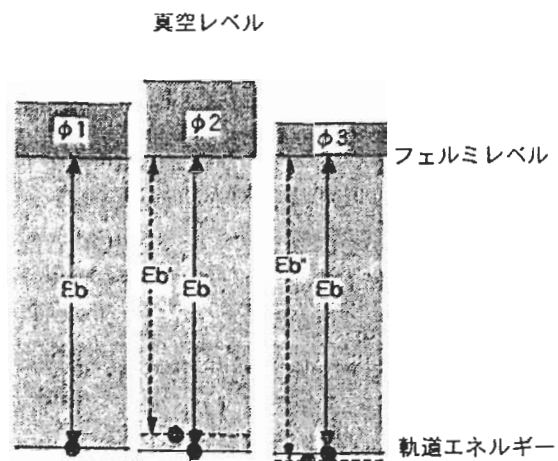

図2 同じ材料でも結晶方向が異なる時仕事関数も異なります。
2) 同じ材料でも仕事関数は結晶方位で異なります。例えば、Cu試料の場合、(100)、(111)、(110)面の値は、それぞれ4.59eV、4.98eV、4.48eVです。図2に示したように表面の仕事関数が異なる時、その材料の束縛エネルギーは表面電子分光学的に見て、同じなのでしょうか、あるいは変化するのでしょうか?